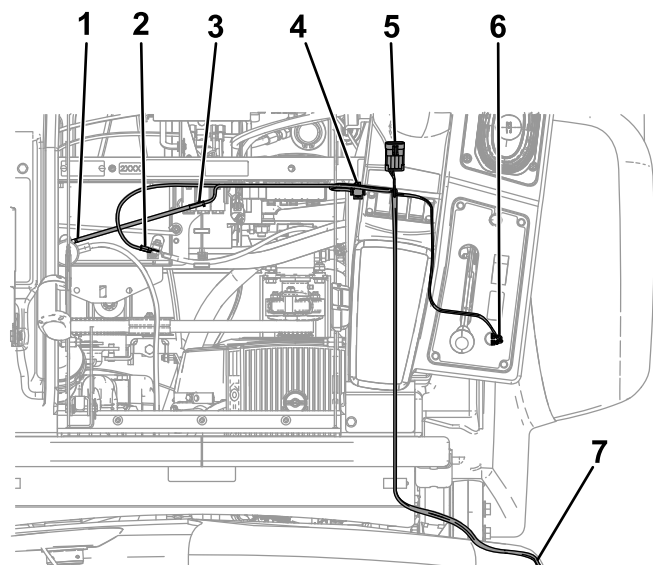

**Рисунок 6**
4. Установите крышку кнопки на переключатель (**Рисунок 6**).